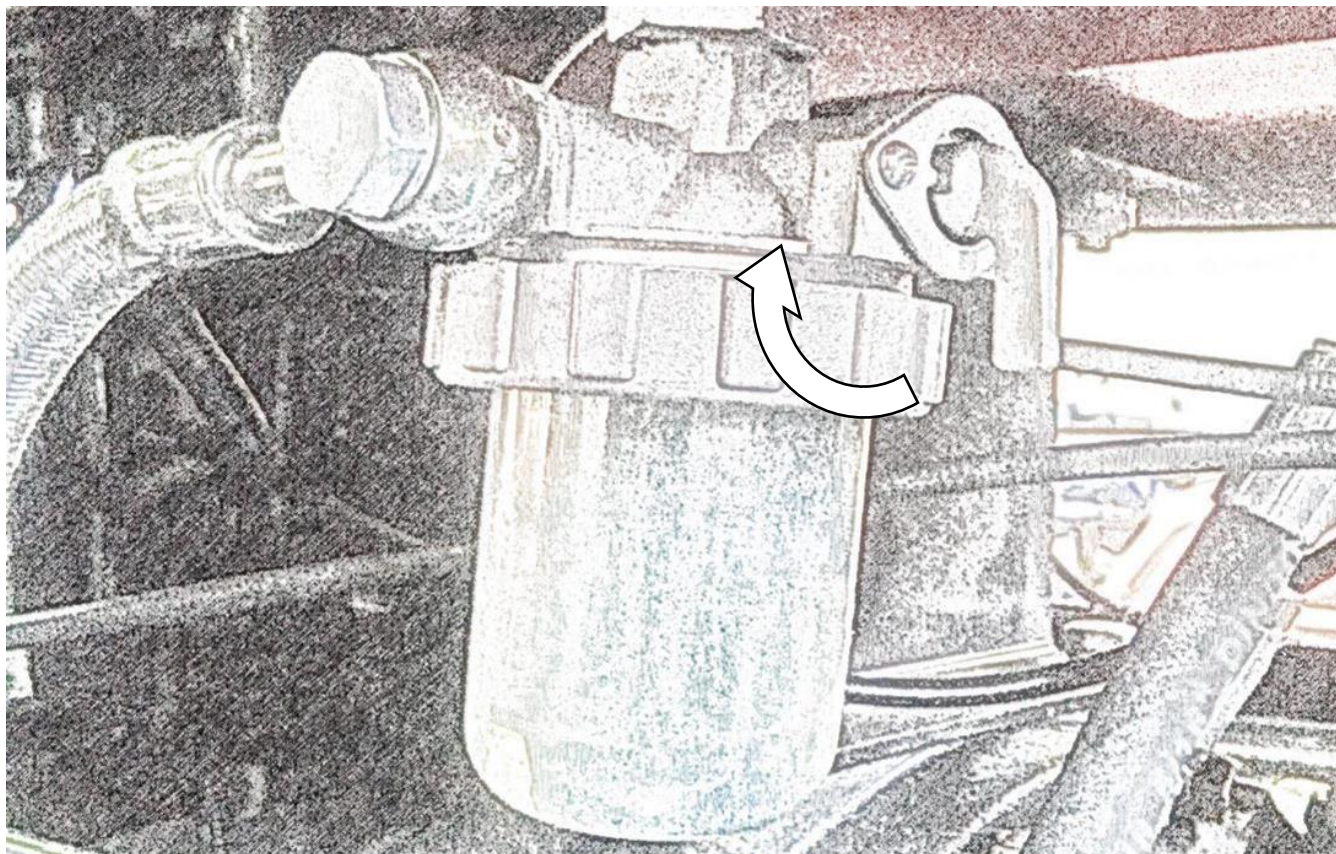

Рисунок 5.1. Фильтр грубой очистки топлива с отстойником и краном
- Откройте кран топливного бака (Рисунок 5.1);